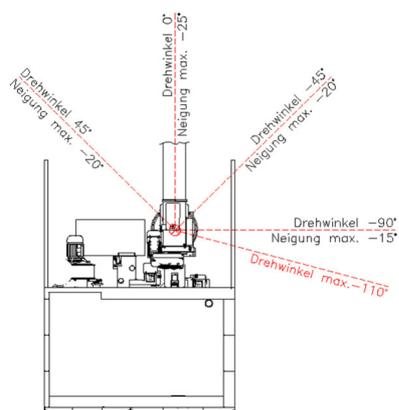

Fig: 1
- 2) Lors de la mise en place de la chaudière, veillez à ce que la vis d'extraction soit montée à droite de la chaudière, vue d'en-haut, et que la vis d'extraction ne puisse pivoter que sur env. 0° à 45° ou de 0 à -90° (max. 110°). (voir Fig. 1)
- 3) Le local de stockage doit être affecté à peine 20 - 30 cm max. plus bas que la chaufferie. Les inclinaisons maximales possibles de la vis d'extraction : voir en Fig. 1. En cas d'extraction trop fortement inclinée, le local de stockage devrait être ajusté en biais sur l'agitateur.